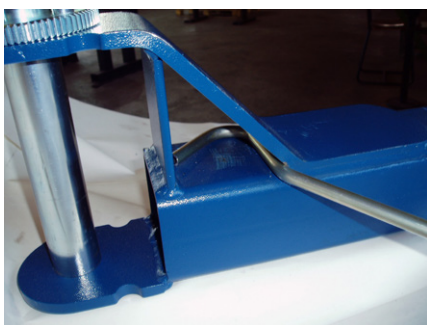

Figura 26
3. Golpee el borne con una herramienta hasta que se doble. (Figura 26)